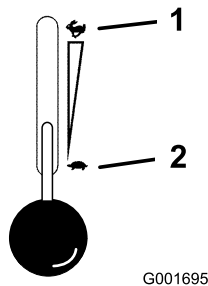

Figura 15
- Si el motor está frío, mueva el control del acelerador a la posición de Rápido antes de arrancarlo (Figura 15).
- Ponga la palanca del acelerador en un punto intermedio entre las posiciones lento y rápido (Figura 15).